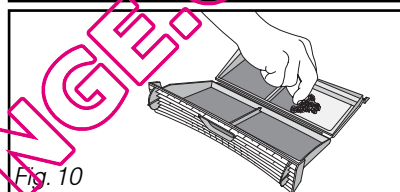

Fig. 10
– Nettoyez-le en le débarrassant de la mince couche de peluche qui le recouvre (Fig. 10).